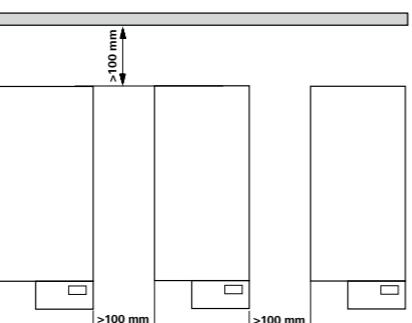

Fig. 2
- 确保仪器放置间距合理，仪器之间、仪器距离四周墙壁至少 100 mm，仪器距离上方至少 800 mm。(见 Fig. 2)